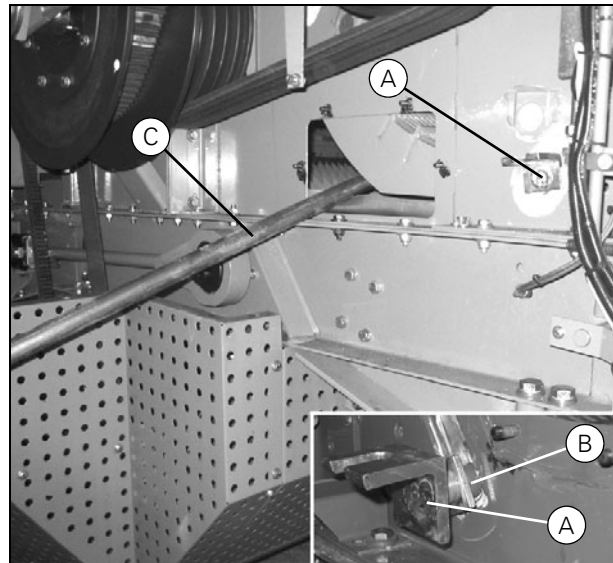

Рисунок 9
- В первую очередь установите два конца переднего вала (А) (Рис. 9). Установите направляющую (В) в паз на боковой панели машины.